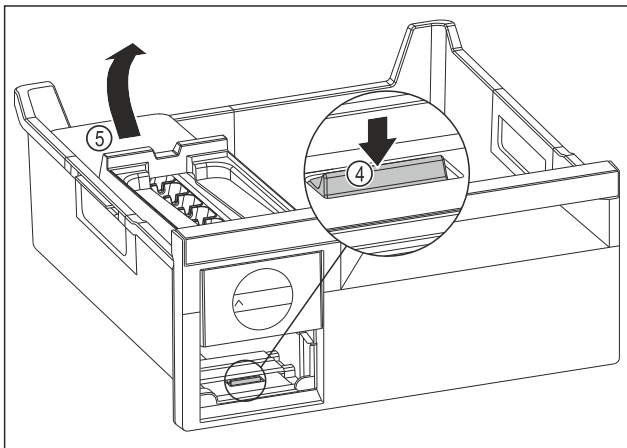

Fig. 197
- Scoaterea corpului EasyTwist-Ice: Apăsați eclisa Fig. 197 (4) cu degetele în jos și concomitent cu cealaltă mână ridicați corpul EasyTwist-Ice Fig. 197 (5) din spate.